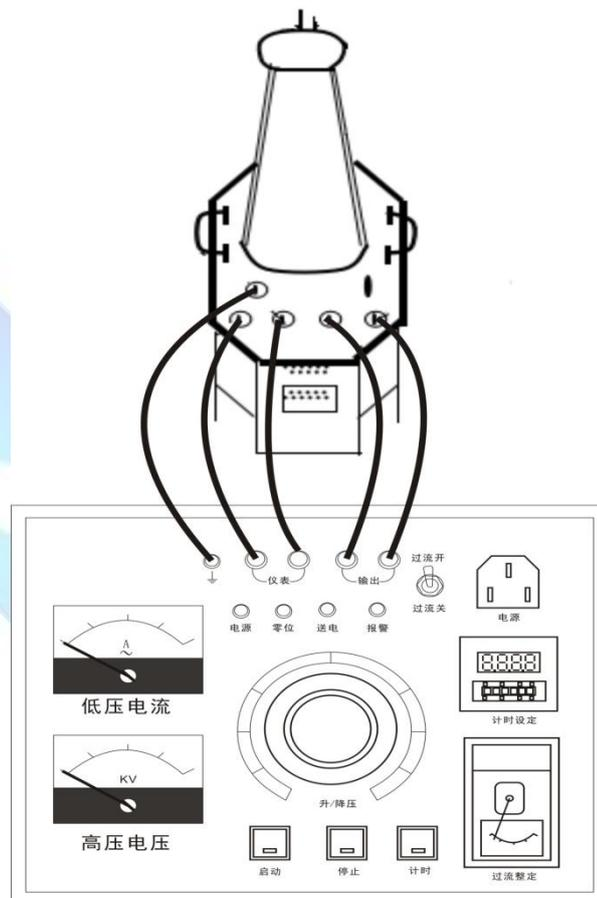

图 4 控制箱与高压试验变压器接线图
2. 使用配套的测试线将控制箱的输出端接在高压试验变压器的输入端，控制箱的仪表端接在高压变压器的仪表端，控制箱与高压试验变压器的接地端全部接地，如图 4。